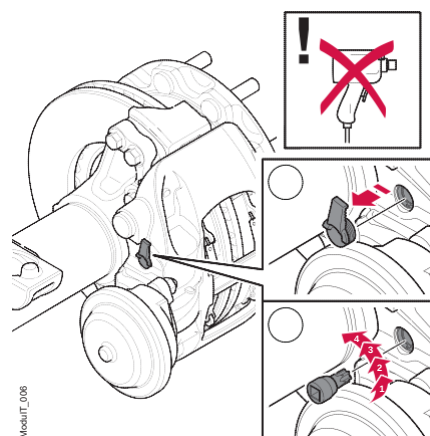

Figura 8. Desajuste através do eixo de reajuste
2. Remova o plugue de proteção do eixo de reajuste (A), consulte a figura 8. (PWS / PWIS remova o plugue de borracha preta no sensor.)
3. Usando A ferramenta especial Haldex P/N95232 (Torx 55) "6 Ferramentas", desajuste o freio girando o eixo de reajuste no sentido anti-horário em 4 cliques, ou até o batente final, consulte (B) figura 8. Um som de clique distinto deve ser ouvido e sentido ao desajustar.